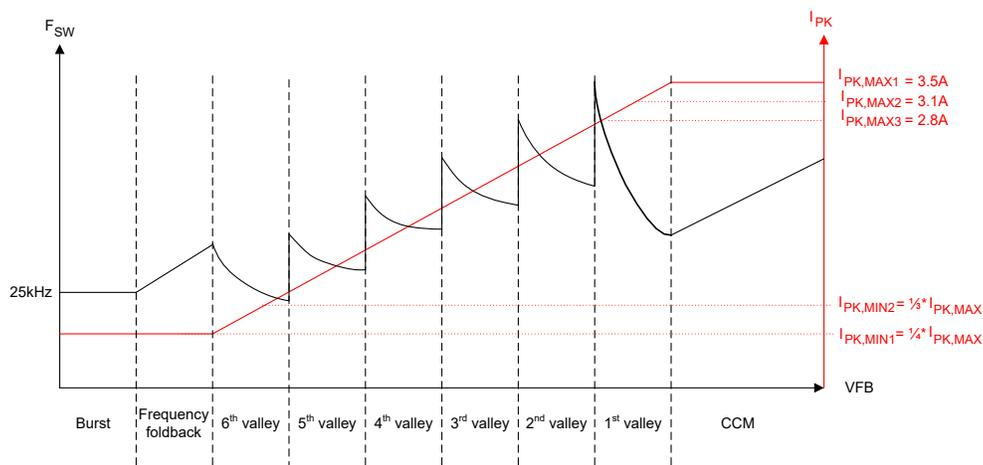
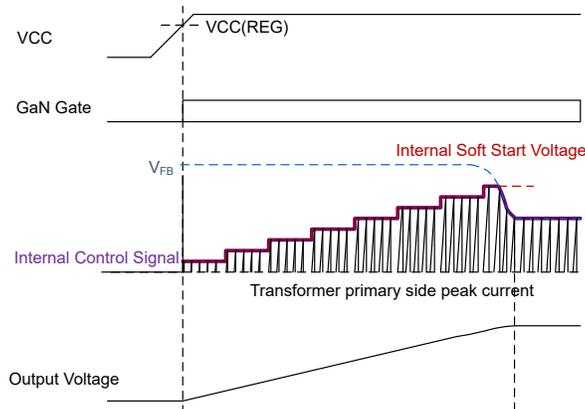

图 7-4. UCG2883x/4x 控制律
图 7-9. 软启动序列
将反馈 (FB) 引脚连接到光耦合器的集电极, 以进行输出调节。该引脚具有内部 $60\text{k}\Omega$ 上拉电阻器, 用于光耦合器偏置。该引脚上的瞬时电压根据 图 7-4 中的控制律决定开关频率、峰值电流和运行模式 (突发、折返、谷底开关或 CCM), 以提供所需的输出功率。在该引脚与接地端之间连接一个 100pF 或 220pF 电容器, 用于滤除高频噪声。
因此，对于 UCG2883x/4x，初级 GaN HEMT 会在每个开关周期达到峰值电流阈值后关断，接着又在不连续模式 (DCM) 运行期间在磁化环的一个目标谷底处导通。瞬时初级峰值电流和目标谷底由反馈 (FB) 引脚电压根据图 7-4 的控制律确定。将 FB 引脚连接到光耦合器集电极。负反馈环路将 FB 引脚电压设置为所需值，以支持输出端的特定 V_{OUT} 和 P_{OUT} 。该器件可在以下四种运行模式之一下运行：突发模式、频率折返模式、谷底开关模式或连续导通模式，如下文所述。
在图 7-4 所示的控制律中，UCG2883x/4x 支持灵活选择最大峰值电流 $I_{PK,MAX}$ ，以优化额定负载下的开关频率以及变压器尺寸。对于每个 $I_{PK,MAX}$ 设置，可对最小峰值电流 $I_{PK,MIN}$ 使用 1/3 或 1/4 的调节率。当反激式转换器在频率折返或突发模式下运行时，该 $I_{PK,MIN}$ 值决定轻负载条件下的开关频率和损耗。对于所有 $I_{PK,MAX}$ 和 $I_{PK,MIN}$ 值，控制律峰值电流与反馈电压的斜率保持不变，如方程式 1 所示。表 7-5 展示了表 7-2 的不同峰值电流设置下不同模式之间和谷底之间转换的阈值电压。
UCG2883x/4x 根据设计可在谷值进行软开关和初级 FET 导通，从而减少开关损耗。该转换器在谷底开关模式下运行，但峰值负载瞬态期间除外，在此期间可以将控制转换为 CCM 模式（在使用 CFX 引脚时启用）。在谷底开关模式下，目标谷底和峰值电流阈值受图 7-4 和方程式 1 的控制律控制：
如图 7-4 所示，一旦随着输出功率的增大而达到第 1 个谷底 QR 运行边界，控制器就会将 I_{PK} 钳位至最大选定值 $I_{PK,MAX}$ ，并开始缩短 CCM 模式下的次级导通时间 T_{OFF} 。 T_{OFF} 的缩短与 FB 引脚电压的增加成正比，直到经过 QR 模式关断时间的 30%，最高达到 QR 模式输出功率输送能力的 1.7 倍。根据应用要求，需要使用一个足够大的初级侧磁化电感 L_M 来防止在 CCM 模式下达到频率钳位，并避免任何可能增加输出电压纹波的次谐波振荡。在 CCM 模式下，开关频率钳位的钳位频率加倍，以尽可能提高峰值功率能力。对于持续时间较长的输出功率瞬态，转换器在 10ms CCM 计时器到期后返回到第 1 个谷底 QR 模式，运行 4 个 QR 开关周期，然后再恢复 CCM 运行。该操作每 10ms 重复一次，直至功率降低到不再需要 CCM 运行为止。该器件可根据表 7-4 中的值，通过 CFX 引脚到 GND 之间的电阻器灵活地启用或禁用 CCM 模式运行。
导通后，反激式转换器从 0V 输出电压开始。低电压会导致反馈电压 FB 钳位至其最大值并触发过载保护。为防止出现钳位，UCG2883x/4x 将以软启动模式启动。如图 7-9 所示，在此期间，内部 FB 电压斜坡在 4ms 内，以八个阶跃从 0V 增加到最大值。内部 FB 斜坡最大值等于 $I_{\text{PK,MAX}}$ 设置的 80% ，且会随着 IPS 引脚上的不同电阻器设置而变化。在软启动期间，内部斜坡电压和实际 FB 引脚电压中的较小者用于确定图 7-4 的控制律中的器件工作点。当内部 FB 斜坡电压在 4ms 结束时达到最大值，控制将传输到 FB 引脚电压以进行输出调节。每次启动时或从故障（自动重试或锁存）和欠压条件恢复时，都会执行软启动序列。最小频率钳位仅在软启动期间更改为 10kHz （在正常运行期间，则为 25kHz ）。 10kHz 最小频率钳位在启动时（此时谷底缺失）很有帮助，并且控制律会强制初级 GaN HEMT 从最后一个导通边沿（如果谷底缺失）开始每 $100\mu\text{s}$ 导通一次，以对输出电容器充电。